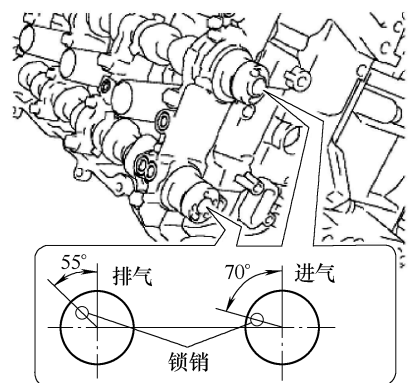

图 1-6 右侧凸轮轴锁销位置
41) 拆卸右侧凸轮轴轴承盖，确保凸轮轴的锁销位于如图 1-6 所示的位置。